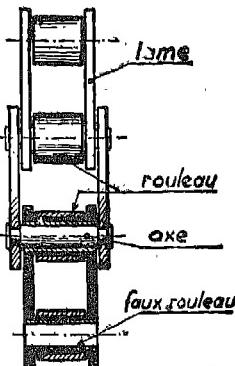

Fig. 6. — Chaîne de transmission.
b) La chaîne de transmission, toute en acier, est composée de maillons formés de lames articulées à leurs extrémités sur des axes (fig. 6). Des rouleaux creux entourent ces axes, ce qui a pour effet de remplacer par un roulement le glissement des axes contre les dents de la roue, et par suite, d'éviter des pertes de travail par frottement.